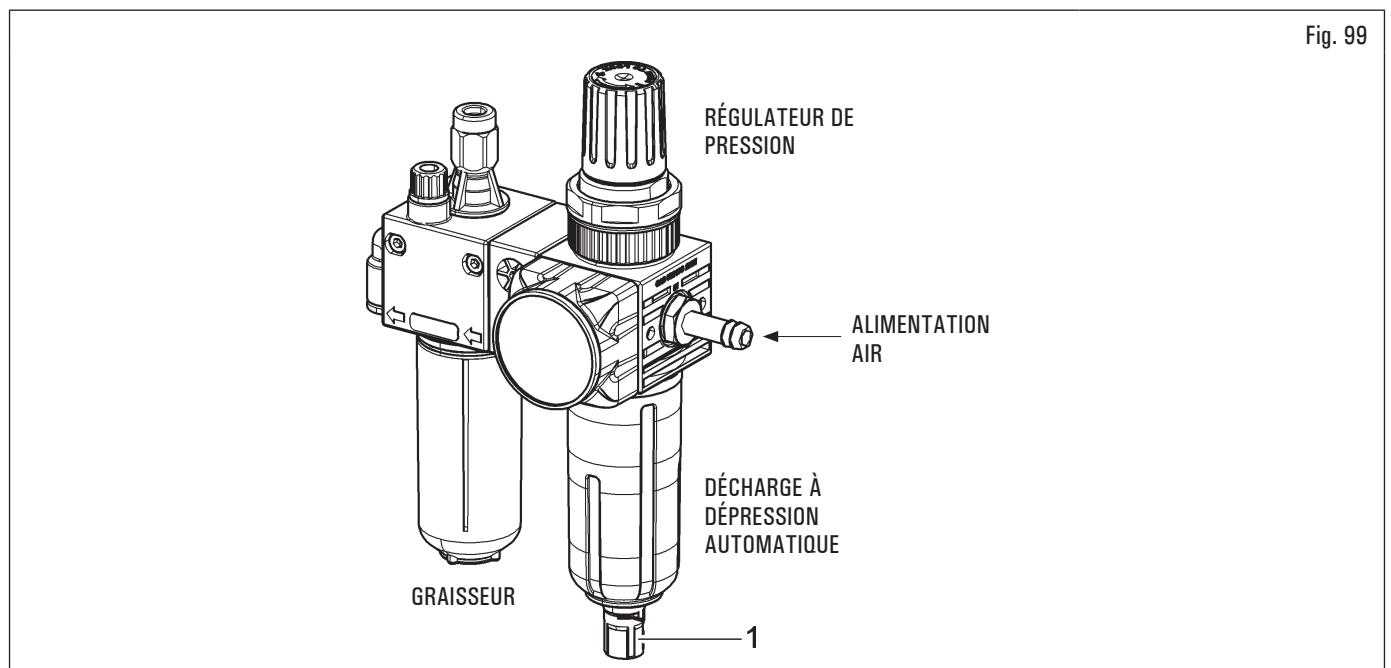

Fig. 99
- L'ensemble de conditionnement a un décharge à dépression automatique et pour cette raison il ne nécessite pas d'aucune intervention manuelle par l'opérateur (voir Fig. 99).
pour garantir une bonne fonctionnalité et éviter la présence de condensation dans les groupes de traitement air avec vidange semi-automatique, il est nécessaire de s'assurer que la soupape (Fig. 99 réf. 1), située sous le bouchon, soit dans la position correcte. Le bouchon doit être tourné correctement pour obtenir une fonction de vidange appropriée.